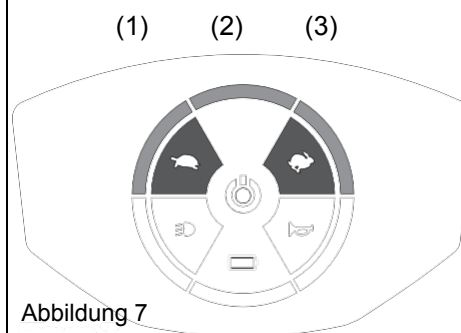

Abbildung 7
- Es gibt drei verschiedene einstellbare Geschwindigkeiten: 3 (am schnellsten) > 2 > 1 (am langsamsten) (Abbildung 7).